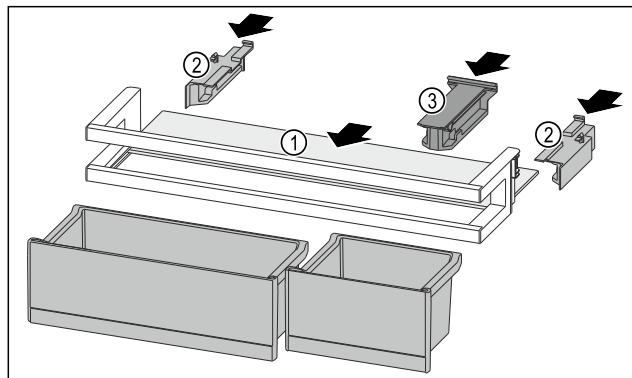

Fig. 135
- ▶ Insérer la tablette de rangement Fig. 135 (1) dans les évidements latéraux.
- ▶ Installer les parties latérales Fig. 135 (2).
- ▶ Installer la pièce de retenue Fig. 135 (3).